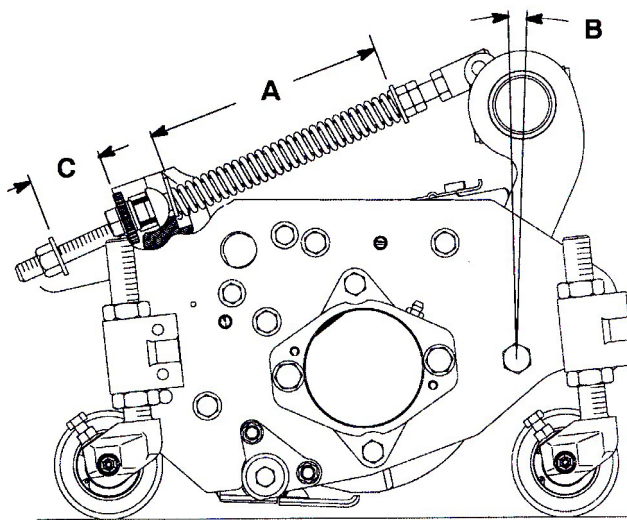

図 11
ターフ補正スプリング(図11)は、キャリア・フレームとカuttingユニットをつないでおり、前後の揺れの大きさの調整と、移動走行中や旋回動作中の地上高の調整を行っています。
1. スプリングロッド後部のロックナットを締めて、すきま(C)を26 mmとする(図11)。
2. スプリングロッド前部の六角ナットを締めて、スプリング(圧縮状態)の長さ(A)が203 mm になるようにする(図11)。
注：ラフで使用する時やアンジュレーションの大きなフェアウェイを刈る時は、上記の長さ(A)を216 mmとし、スプリング ブラケット後部とワッシャ前面のすきま(C)を39 mm としてください(図11)。